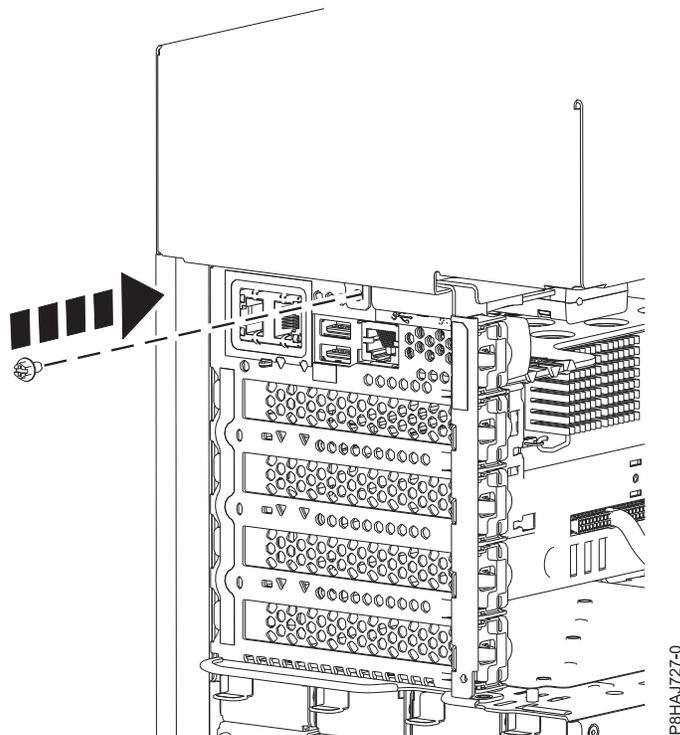

Figura 34. Colocación del tornillo de la cubierta lateral de 8286-41A
5. Ponga el tornillo posterior de la cubierta lateral con un destornillador de estrella, tal como se muestra en la Figura 34 en la página 51.